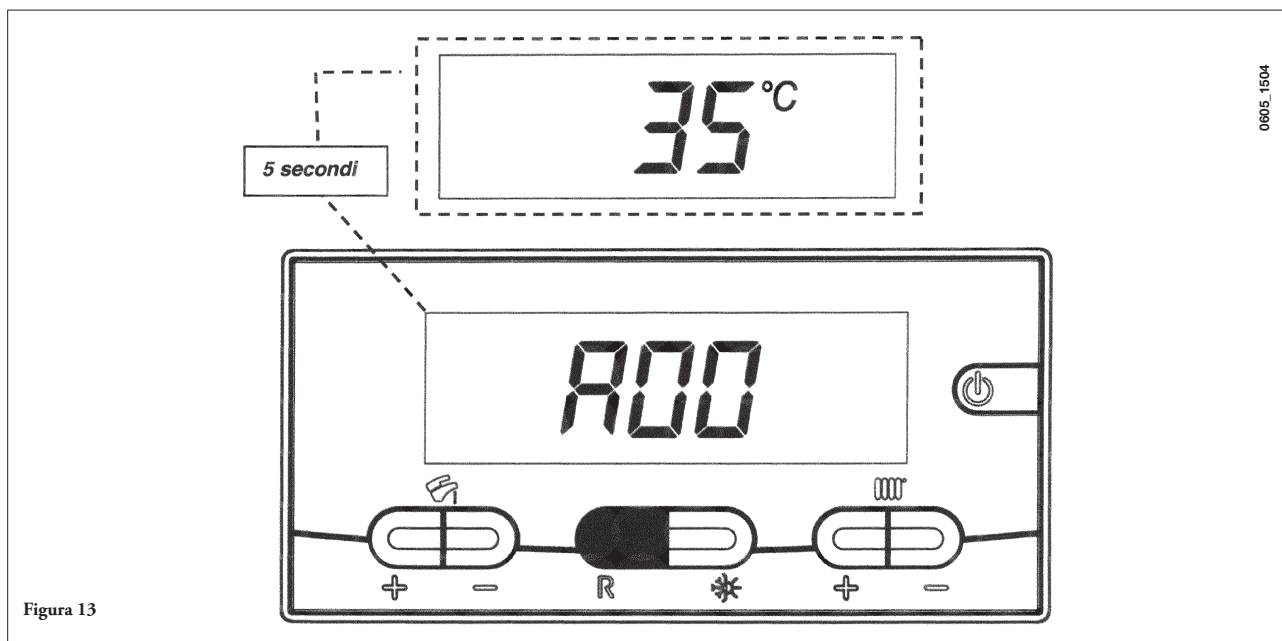

Figura 13
- Apăsați pe butonul Ⓜ timp de cel puțin 10 secunde, până când pe afișaj apare "A00" (... "A07") care alternează cu valoarea corespunzătoare (de ex. figura 13);